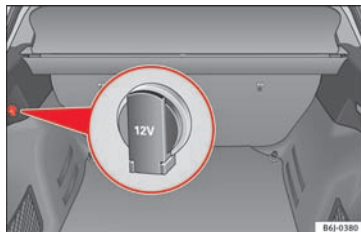

Fig. 155 Udsnit af bagagerummets sidebeklædning: 12-volts-stikdåse
- Løft stikdåsens afdækning » Fig. 155.